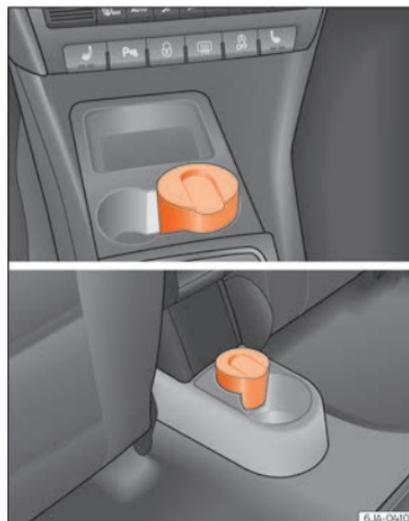

Fig. 153 Consolle centrale: posacenere anteriore/posacenere posteriore.
- Per estrarre il posacenere »» **fig. 153** occorre tirarlo verso l'alto.